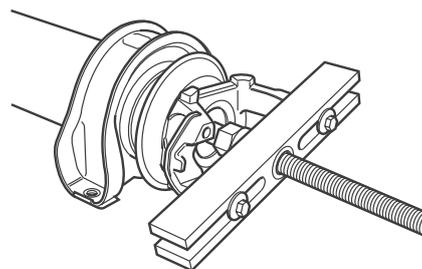

Figura 9.8
5. Posicione a linha de transmissão em uma bancada de trabalho. Use um extrator para remover o garfo terminal do rolamento de centro. Não use um martelo. Siga as instruções do fabricante do extrator. Figura 9.8.